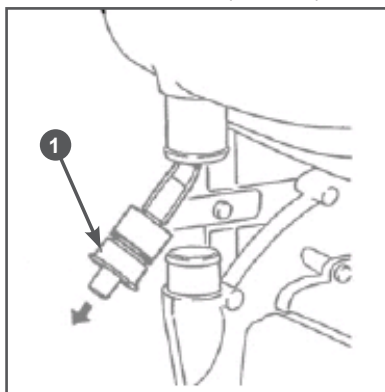

Рис. 15 Удаление шланга с редуктором из бака
- Вытолкните редуктор 1 из бака и извлеките его вместе с впускным шлангом опрыскивателя (Рис. 15).